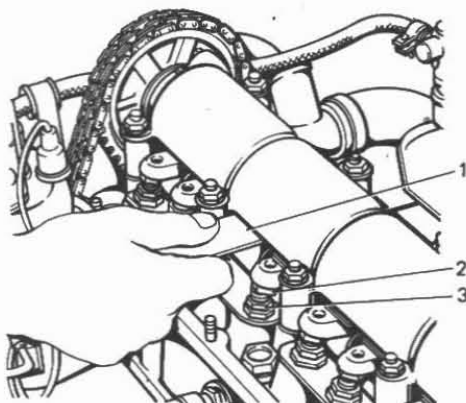

Fig. 2-55. Comprobación de la holgura entre las palancas y levas del árbol de distribución:
- introduzca entre la palanca y la leva del árbol de distribución de galga plana A.95111 con espesor de 0,15 mm y enrosque o desenrosque con la llave de tuercas el tornillo de regulación con el ulterior apretado de la contratuerca, hasta que estando la contratuerca apretada la galga entre débilmente presionada (fig. 2-55);